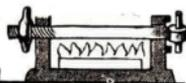

Abb. 169
b) Der Versuch mit **Stahlstab und Bolzen** (Abb. 169) zeigt die große Gewalt, mit der die Ausdehnung und Zusammenziehung erfolgt. Bei Erwärmung des